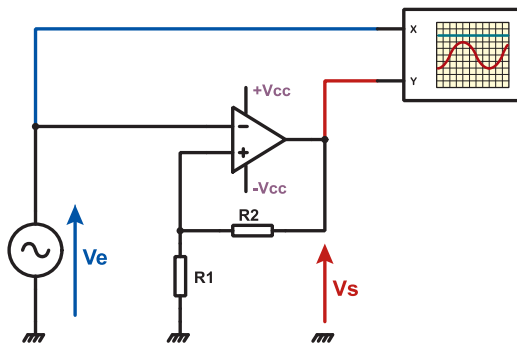

Figure 36
1.1. A l'aide d'un logiciel de simulation, d'un simulateur ou d'une maquette, câbler le montage ci-dessous (figure 36).